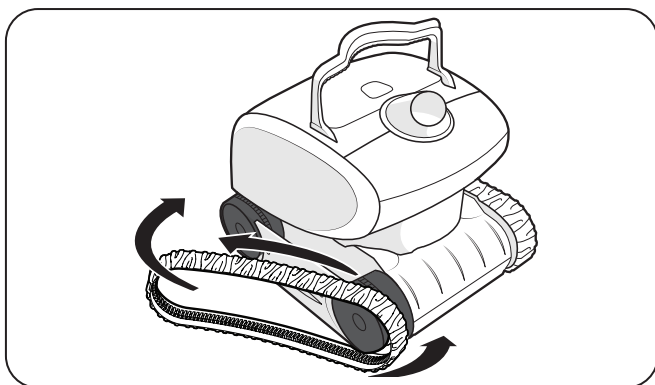

Figure 24. Étirer la chenille autour des roues
3. Pour installer une nouvelle chenille, placer la nervure intérieure de la chenille dans la rainure de la première roue (Figure 24).
4. Étirer la chenille autour de la deuxième roue (Figure 24). Pousser et positionner la nervure de la chenille de manière à ce que la chenille soit correctement assise dans la rainure de la roue.